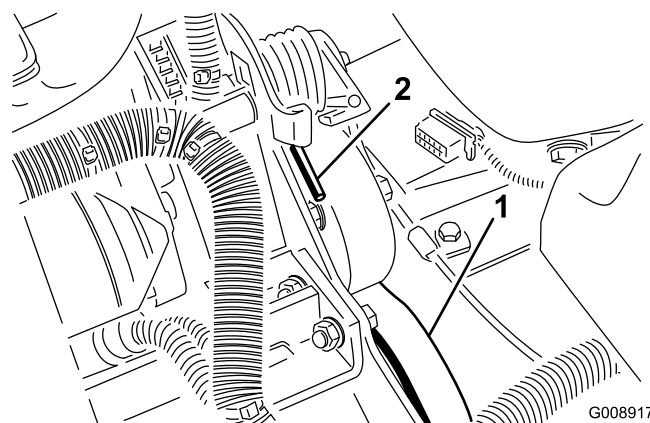

Bild 56
2. Drücken Sie das Ende der Feder (Bild 56) ab- und vorwärts, um die Feder aus dem Bügel auszuhaken und die Feder zu entspannen.